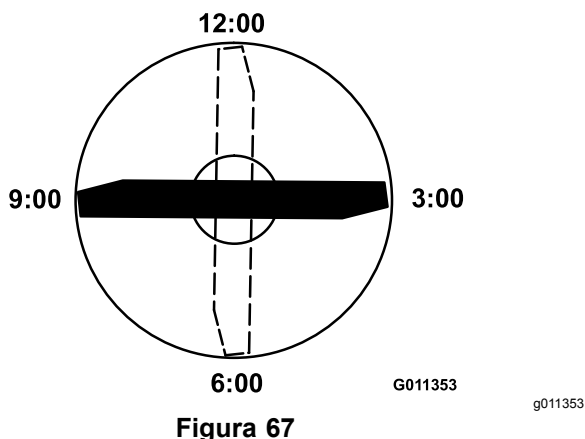

Figura 67
3. Posicione a extremidade de corte da extremidade marcada da lâmina na posição das 12 horas (a direito na direção do corte) e meça a altura da mesa à extremidade de corte da lâmina (Figura 67).
4. Rode a extremidade marcada da lâmina para as posições das 3 horas e das 9 horas e meça as alturas (Figura 67).